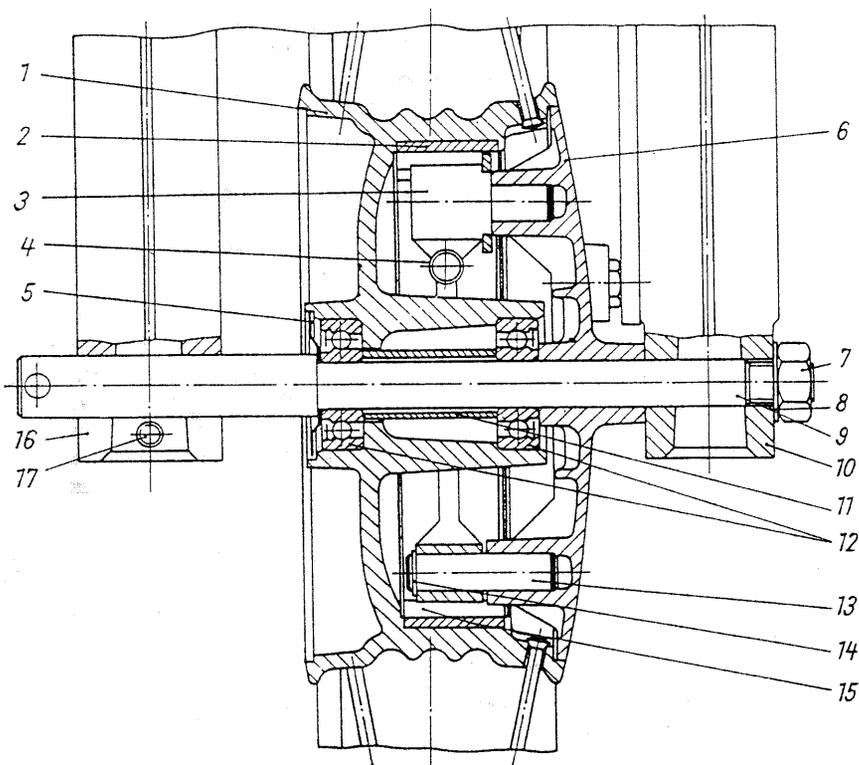

Fig. 40. Moyeu de roue avant (dessin en coupe)
Les boulons d'ancrage (13) ont un ajustement serré dans le serre-pièce de frein. Les mâchoires de frein (15) sont logées sur le boulon d'ancrage, et le levier de frein (3) est logé dans le serre-pièce de frein (fig. 40). Comme nous savons par expérience, il n'y a que peu d'usure dans la suspension des mâchoires, mais il est néanmoins nécessaire de nettoyer les points de logement environ tous les 10 000 km, mais au moins une fois par an, et de renouveler en même temps leur enduit de graisse pour palier de roulement. Il faut procéder de la même manière avec le logement du levier de frein dans la plaque d'ancrage de frein. Pendant la dépose de mâchoires de frein, celles-ci doivent être marquées de repères pour pouvoir les correctement remonter. En échangeant les mâchoires de frein susceptibles d'être régénérées, il faut prendre en considération que les mâchoires de frein déjà usinées